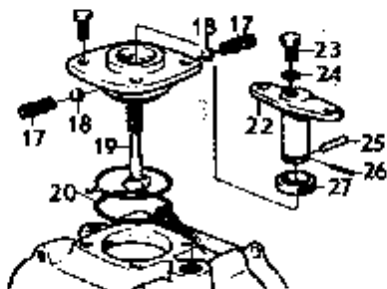

Abb. 61 Schaltmechanismus
1. Spannstift (26, Abb. 61) herausschlagen und den Stift (25) herausziehen. Sicherungsdraht, Federn (17) und Kugeln (18) herausnehmen (die frühere Ausführung des Wendegetriebes hat nur eine Feder und eine Kugel). Exzenterkolben (22) herausziehen. Dichtring (27) ausbauen.
Schaltmechanismus (Abb. 61)
1. Schaltmechanismus an das Getriebegehäuse anschrauben, so daß die Schraube (23, Abb. 61) im Exzenterkolben nach Steuerbord versetzt wird.
2. Schraube (23) heraus-schrauben und alle Ausgleichscheiben (24) entfernen. Schraube festschrauben und den Mechanismus in Neutrallage stellen. Versuchen, die Welle (36) zu drehen. **Achtung!** Damit die Kupplungsmuffe mit Sicherheit mit der Welle rotiert, muß dieses Drehen an dem austretendem Wellenende erfolgen. Eine Ausgleichscheibe nach der anderen unterlegen, bis die Welle ohne Widerstand gedreht werden kann. Nach